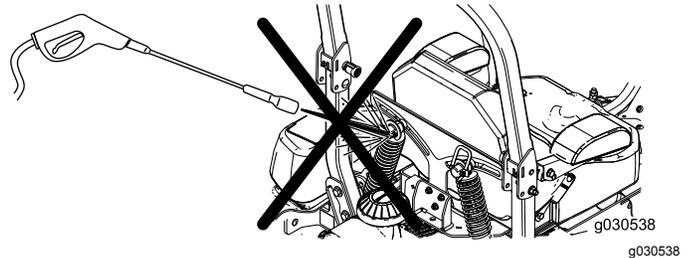

Рисунок 79
**Примечание:** Не очищайте узлы амортизаторов струей воды под давлением (Рисунок 79).